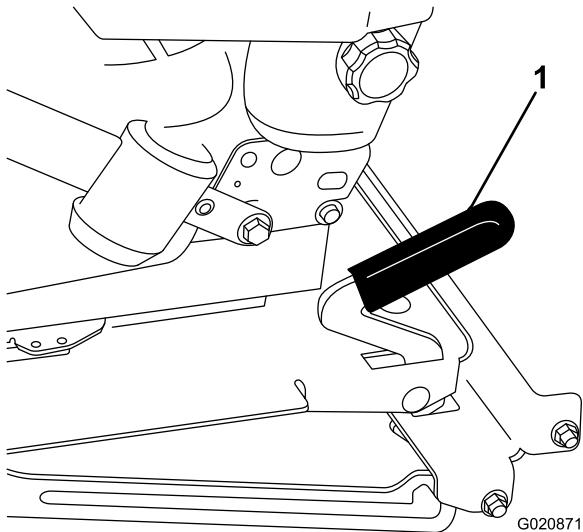

Figura 25
- Tire de la palanca del enganche del asiento hacia adelante y levante para desenganchar el asiento (Figura 25).